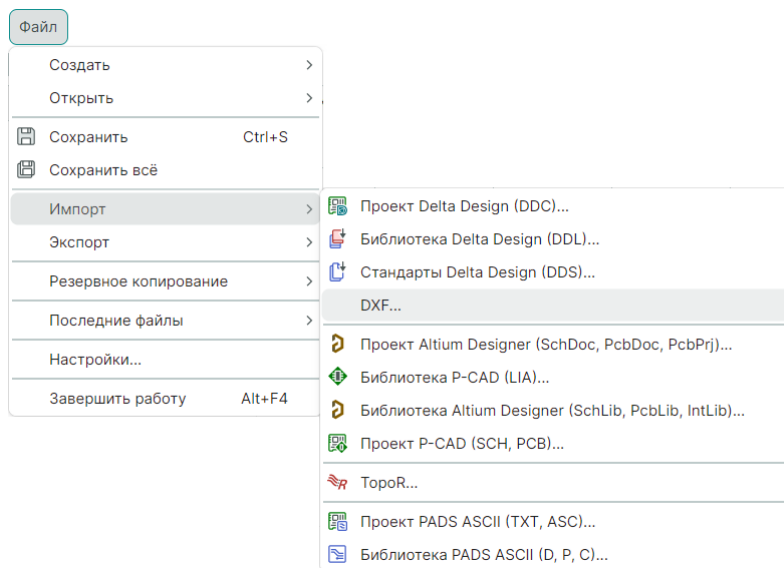

Рис. 62 Вызов импорта из главного меню
1. Воспользуйтесь механизмом «drag-and-drop» и перетащите файл DXF из локального месторасположения в рабочую область редактора чертежей или используйте раздел главного меню «Файл» → «Импорт» → «DXF», см. Рис. 62.